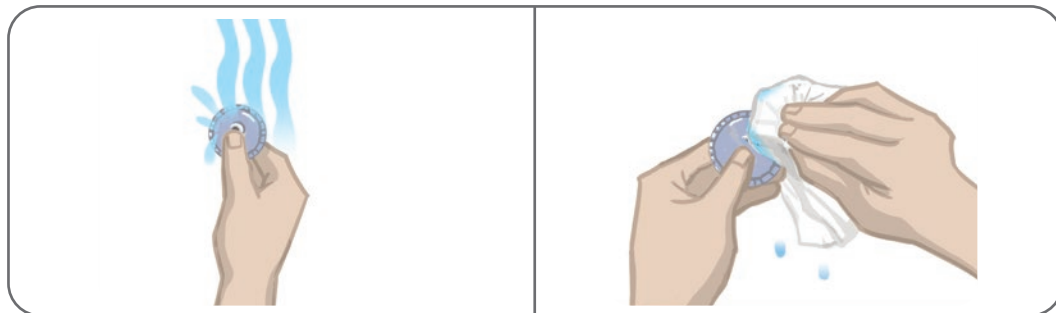

Bild 6-5: Väta elektroderna och ta bort överflödigt vatten
3. Vät de runda tygelektrodena med vatten tills de är mättade. Se bild 6-5.
4. Använd en tvättlapp för att försiktigt torka eller badda bort överflödigt vatten från baksidan (sidan med klickfästet) av elektroderna. Se bild 6-5.